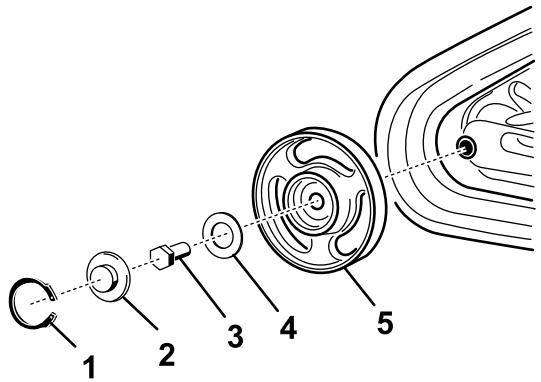

Bild 58
**Hinweis:** Sie müssen ggf. das äußere, vordere Straßenrad entfernen. Entfernen Sie zum Abnehmen den Sprengring und die Kappe von der Mitte des Straßenrads (Bild 58). Entfernen Sie jetzt die Schraube und die Dichtung von der Mitte des Rads und ziehen Sie das Rad von der Maschine.